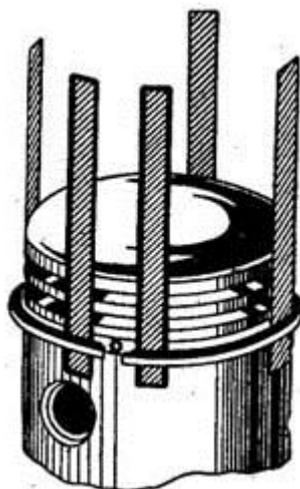

Рис. 87. Снятие поршневых колец при помощи стальных пластинок.
1. Поместить все полоски между верхним кольцом и поршнем, а затем распределить их равномерно по окружности, установив две из них по концам кольца (рис. 87).